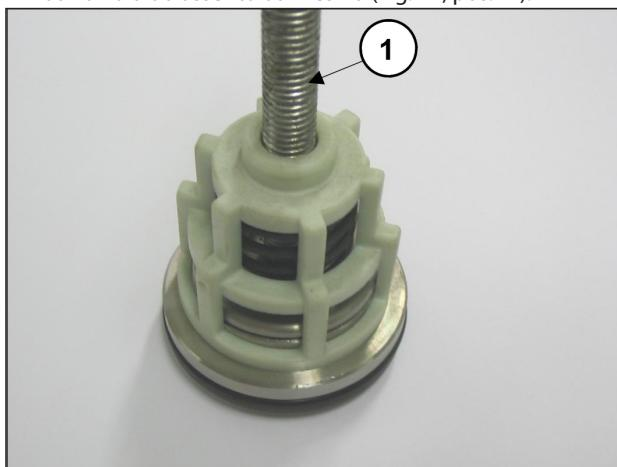

Fig. 17
- Desmonte os grupos da válvula de aspiração e descarga, apertando um parafuso M8 suficientemente longo, de modo a poder agir sobre a placa da válvula e extraír a guia da válvula do assento da mesma (Fig. 17, pos. ①).